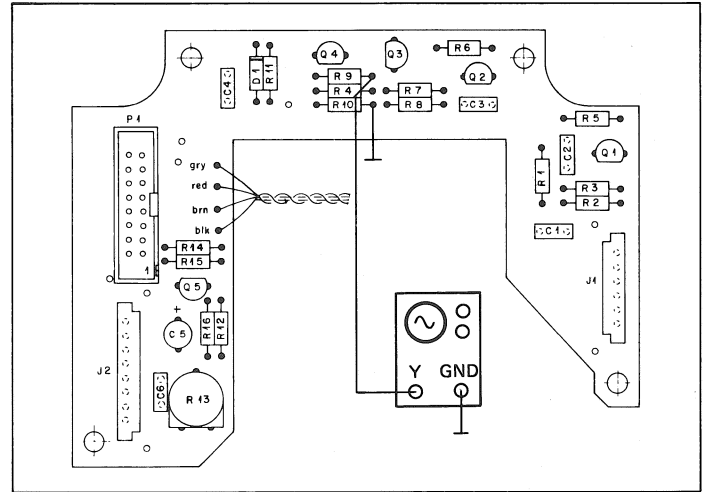
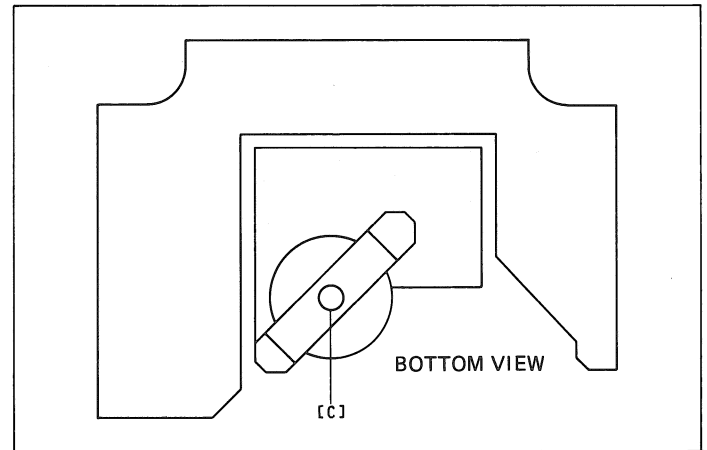
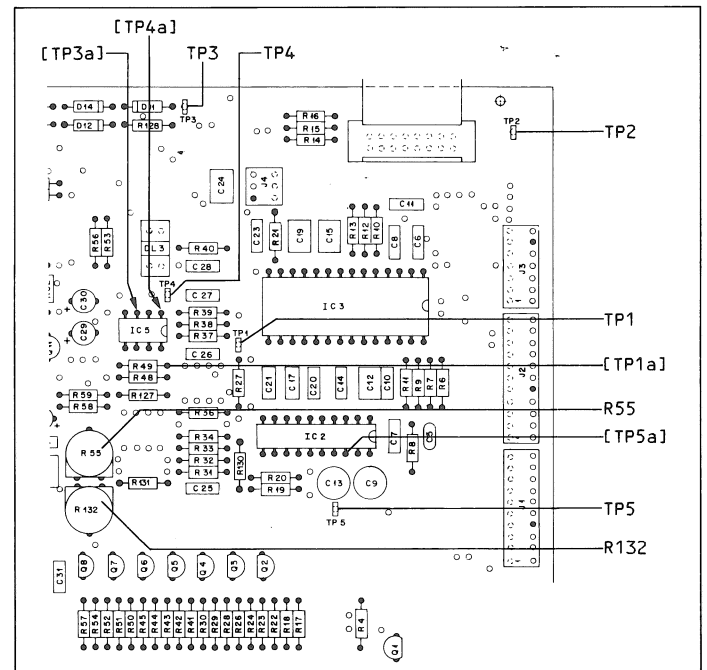

Fig. 4.14
Fig. 4.15
Fig. 4.16
-> Fig. 4.14 / Fig. 4.16
-> Fig. 4.15 / Fig. 4.16
-> Fig. 4.16